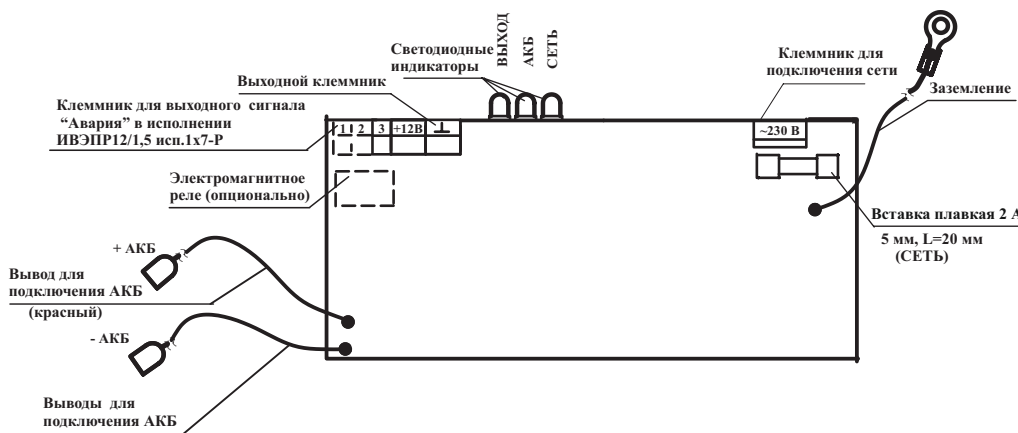

Рисунок 1– Плата источника
6.3 Подключение соединений производить в следующей последовательности (см. рисунок 1):